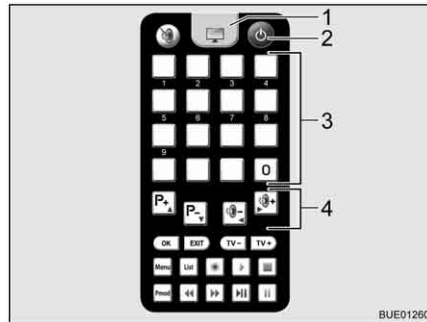

Fig. 23 Télécommande
- Appuyer sur la touche "⏻" (Fig. 23,2) de la télécommande. L'antenne satellite s'oriente à partir de la position rangée et se met en mode de recherche. Un signal acoustique retentit quand l'antenne a trouvé les satellites.
- Régler la station désirée au moyen des touches de mémoire (Fig. 23,3) ou de fonction (Fig. 23,4).